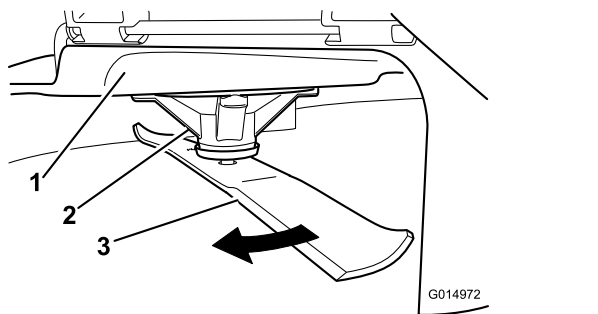

Figura 61
2. Indossando guanti ben imbottiti o altra protezione per le mani adeguata ruotare lentamente la lama da misurare in una posizione che consenta la misurazione effettiva della distanza tra il tagliente e la superficie piana su cui si trova la macchina Figura 61.